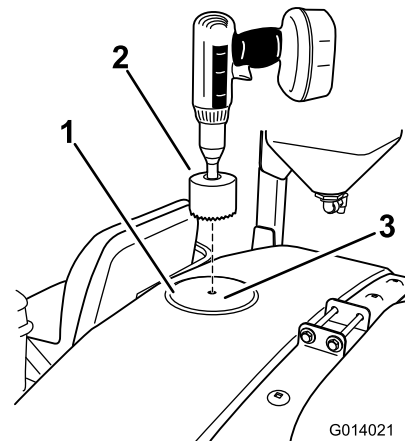

Figura 20
1. Localice la posición delantera en la parte superior del depósito según se muestra en Figura 20. Localice la marca de perforación en el centro del círculo moldeado.
2. Utilice una broca de corona de 3-5/8 pulgadas (~ 9 cm) para abrir un taladro en el punto de perforación marcado (Figura 20). Será necesario agrandar